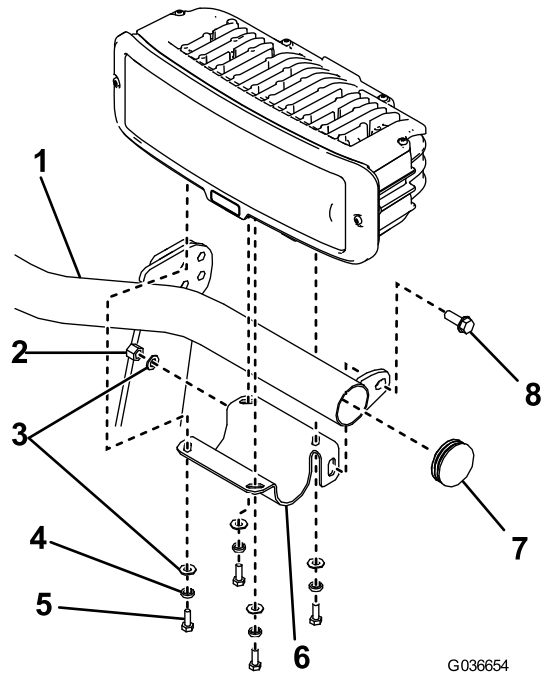

Bild 11
- Stellen Sie sicher, dass die Endkappen an den Enden der Scheinwerferleiste angebracht sind (Bild 11).
- Befestigen Sie die linke Scheinwerferhalterung mit einer Bundkopfschraube ($\frac{3}{8}$ " x 1 "), einer Flachscheibe und einer Nylon-Sicherungsmutter an der Scheinwerferleiste (Bild 11). Ziehen Sie die Schrauben mit 31 N m an.
4. Befestigen Sie den linken Scheinwerfer mit zwei vier ($\frac{1}{4}$ "), Schlitz-Scheinwerfern und Flachscheiben an der Scheinwerferhalterung (Bild 11).